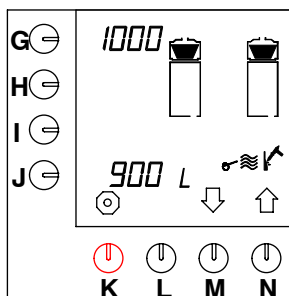

Fig. 40 Segnale di disincrostazione dell'impianto del caffè
- Il segnale di disincrostazione per tutti i tipi di macchine per la preparazione di caffè è impostato sempre su 1000 litri; vedere la posizione accanto al tasto di selezione (G.) nella fig. 40 .
- Premere il tasto di selezione (M.)↓ fino a che sullo schermo viene visualizzato quanto illustrato nella fig. 40 .